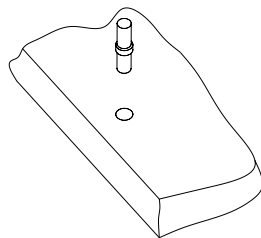

Рис.3
6. Вставить полкодержатели в соответствующие плоскостные отверстия боковин 3, 4 (Рис. 3).